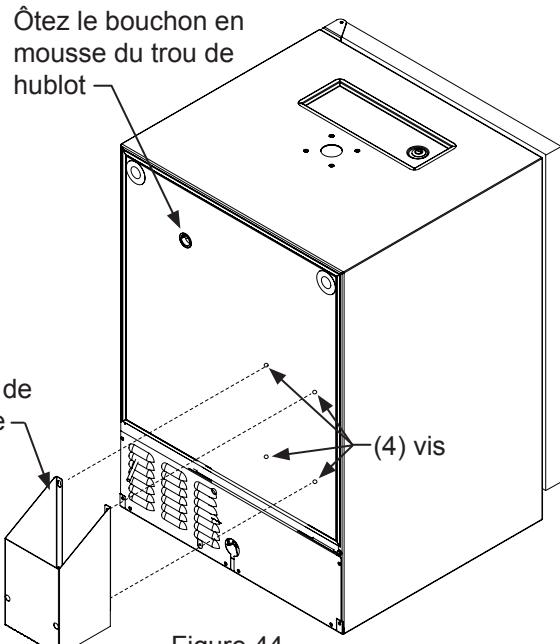

Figure 44
Placez les (4) vis à métaux (N° 10-32 x 3/4 po à tête plate) fournies avec le support à l'arrière de l'appareil (Voyez la Figure 44). Ne les serrez pas à fond. Accrochez les trous en fente des brides du support par-dessus ces quatre vis, puis serrez-les bien pour maintenir le support au dos du meuble. Le support peut aussi être fixé sur un meuble adjacent en utilisant les vis à bois N°10 de 3/4 po fournies.
Les bouchons d'isolation en mousse fournis dans les hublots sont **CRITIQUES** pour le bon fonctionnement de l'appareil, et empêchent la formation de buée pouvant l'endommager ainsi que son contenu. Masquez toujours le hublot de la conduite de CO₂ (Figure 44) avec les bouchons d'isolation fournis une fois que toutes les conduites ont été correctement installées.
Ôtez le bouchon de mousse du trou de hublot comme c'est montré en Figure 44, et passez la conduite rouge de CO₂ au travers de la paroi arrière, et hors du cache serpentin à l'intérieur du meuble. Connectez la conduite rouge de CO₂ au coupleur du fût de bière.